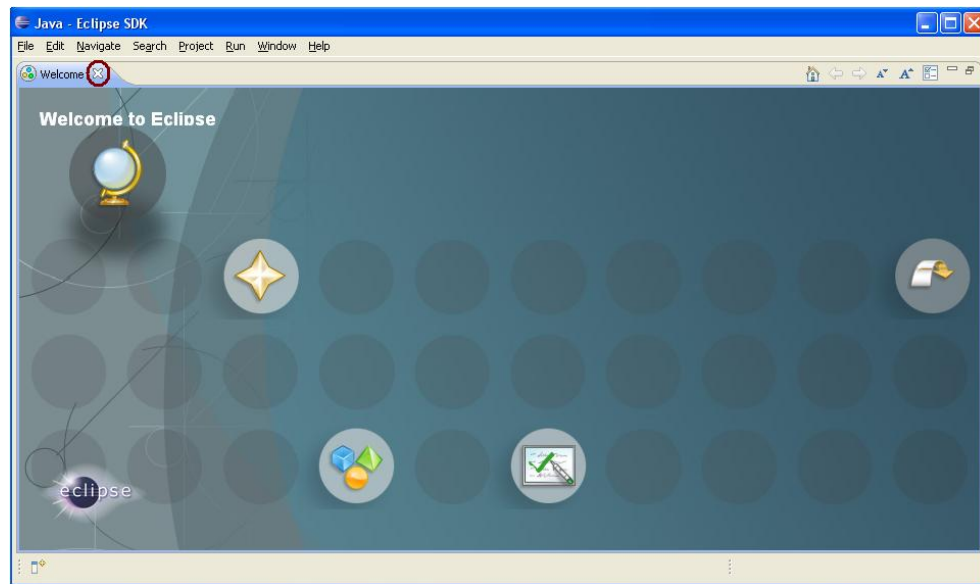

Figura 9: Página de bienvenida de Eclipse
- Al entrar por primera vez se muestra la página de bienvenida la cual cerramos seleccionando la X marcada en la figura 9